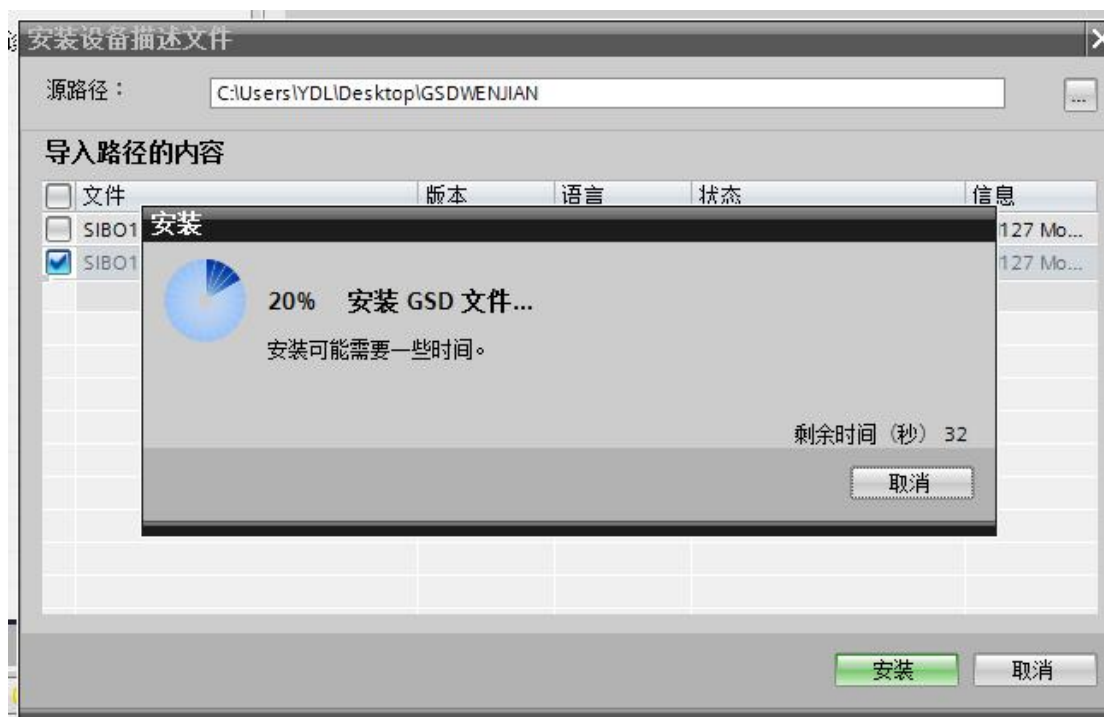
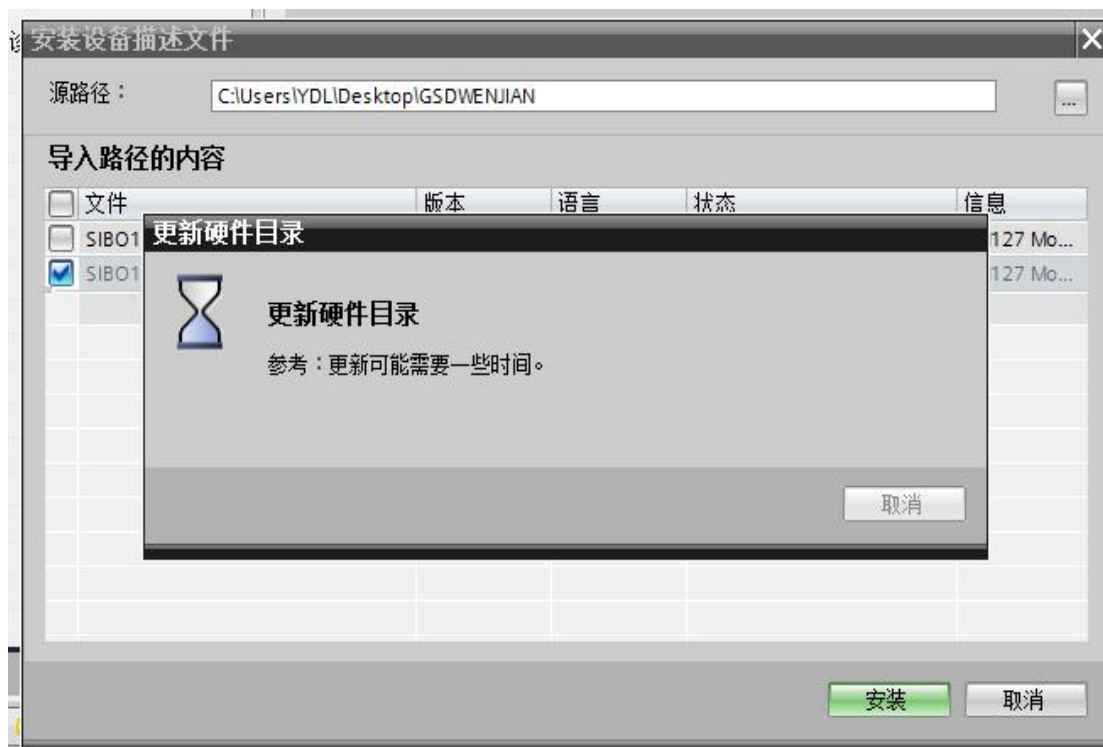

图 9 正在安装 GSD 文件
图 11 更新硬件目录
2.3 在 GSD 文件前小方框中勾选要导入的 GSD 文件，点击右下方“安装”，确认安装 GSD 文件后需重启 TIA Portal 软件，然后点击“确定”，GSD 文件开始安装，如图 9 所示，安装完成后显示消息“安装已成功完成”，然后点击窗口下方“关闭 TIA Portal”，会弹出“更新硬件目录”的窗口，如图 11 所示：